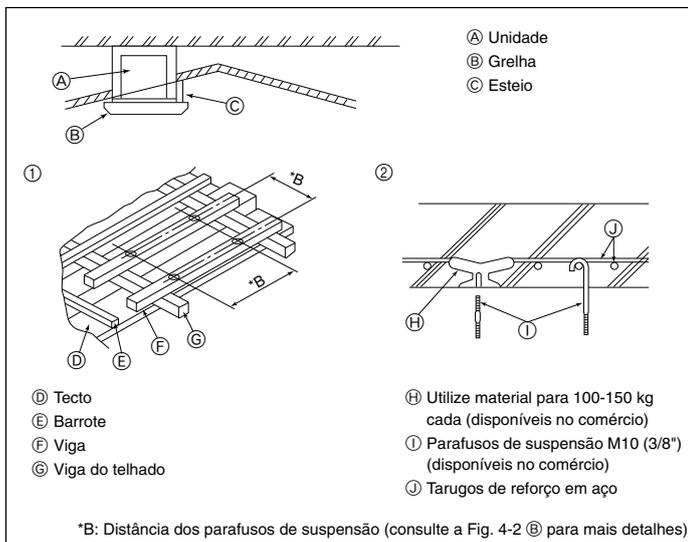

Fig. 4-4
- (A) Forma da flange da conduta recomendada (Espessura: 0,8 ou mais)
- (B) Orifício 3-ø5
- (C) Desenho pormenorizado da admissão de ar fresco
- (D) Unidade interior
- (E) Superfície do tecto
- (F) Orifício de passagem 3-ø2,8
- (G) Orifício separador ø73,4
- (H) Flange da conduta (Preparada no local)
- (I) Parafuso de derivação 4 x 10 (Preparado no local)
- (J) Conduta
4.4. Estrutura de suspensão (Dar ao lugar de suspensão uma estrutura forte) (Fig. 4-4)